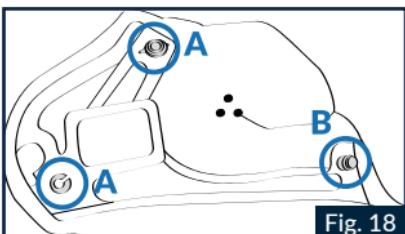

Fig. 18
2.1 Décrocher les deux œillets « A » du châssis arrière de la boutonnière de la mousse de joue gauche au niveau des deux boutons automatiques (supérieur et avant) situés à l'arrière (Fig. 18).
5.2 Accrocher les deux œillets « A » du châssis de la boutonnière arrière de la mousse de joue gauche au niveau des deux boutons automatiques (supérieur et avant) situés à l'arrière (Fig. 18).